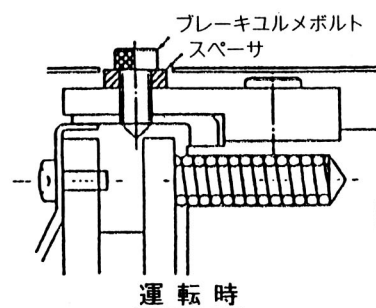

図 2
- (2) ブレーキを解放した後、再びもとの状態に復帰させる場合は、安全のため(1)で取りはずしたスペーサを元どおりに取り付けてください。(図2参照)